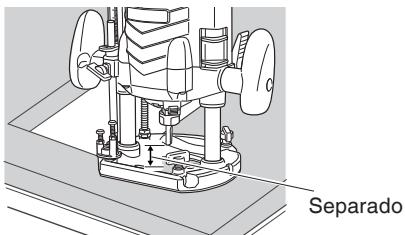

Fig. 15
- (1) Como se muestra en la Fig. 15 separe la broca del material y empuje la palanca del interruptor hacia arriba hasta la posición ON. No comience la operación de corte hasta que la broca haya alcanzado la velocidad de rotación completa.